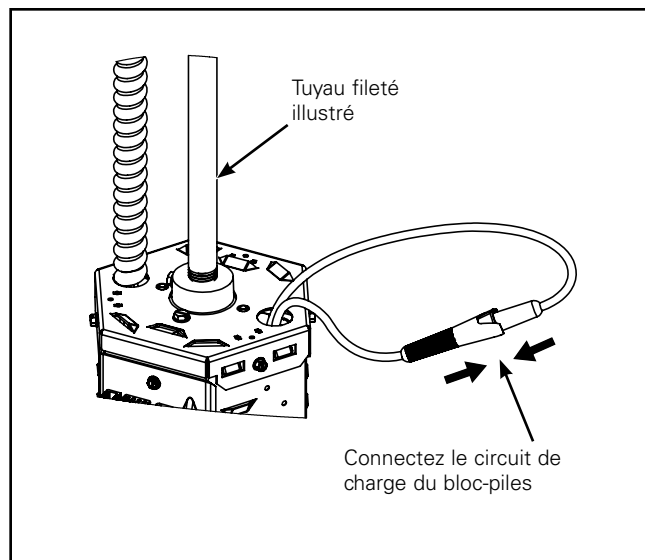

Figure 8.
5. Branchez les fils sortant de l'entrée défonçable et replacez les câbles dans le luminaire. (Figure 8).